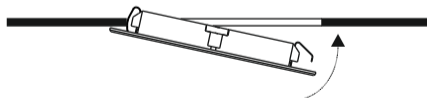

Fig 4
- The light must be anchored to the metallic bracket by inserting first one spring and then the other, applying slight pressure until completely fitted as illustrated in figure 4.
- Secure the plastic bracket (C) to the installation surface with the included screws (D); insert the light (B) into the plastic
- Zur Befestigung des Strahlers an der Metallhalterung zuerst die eine und dann die andere Feder mit leichtem Druck einsetzen, bis diese komplett einrasten (Abb. 4).
- Die Kunststoffhalterung (C) mit den im Lieferumfang enthaltenen Schrauben (D) an der Montagefläche fixieren. Den Strahler (B) in die Kunststoffhalterung einsetzen, bis dieser
- L'ancrage du spot au support métallique doit être effectué en insérant d'abord un ressort, puis le suivant, en exerçant une légère pression jusqu'à l'encastrement complet, comme indiqué sur la figure 4.